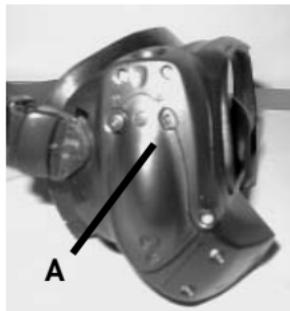

Fig. 1 14 - SENSOR DE PROFUNDIDAD
- Sumerja y enjuague DataMask en agua dulce al final de cada jornada de inmersión y asegúrese de que las zonas próximas al sensor de baja presión (profundidad) (Fig. 1 14a), al puerto de datos de la interfaz del PC y a los botones están libres de residuos.